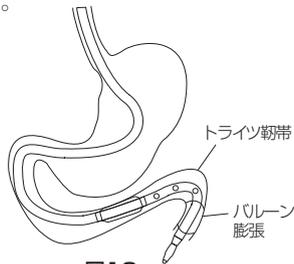

図13
14. 前バルーンを滅菌蒸留水により膨張させる。注入量は30mL以下とする(図13)。